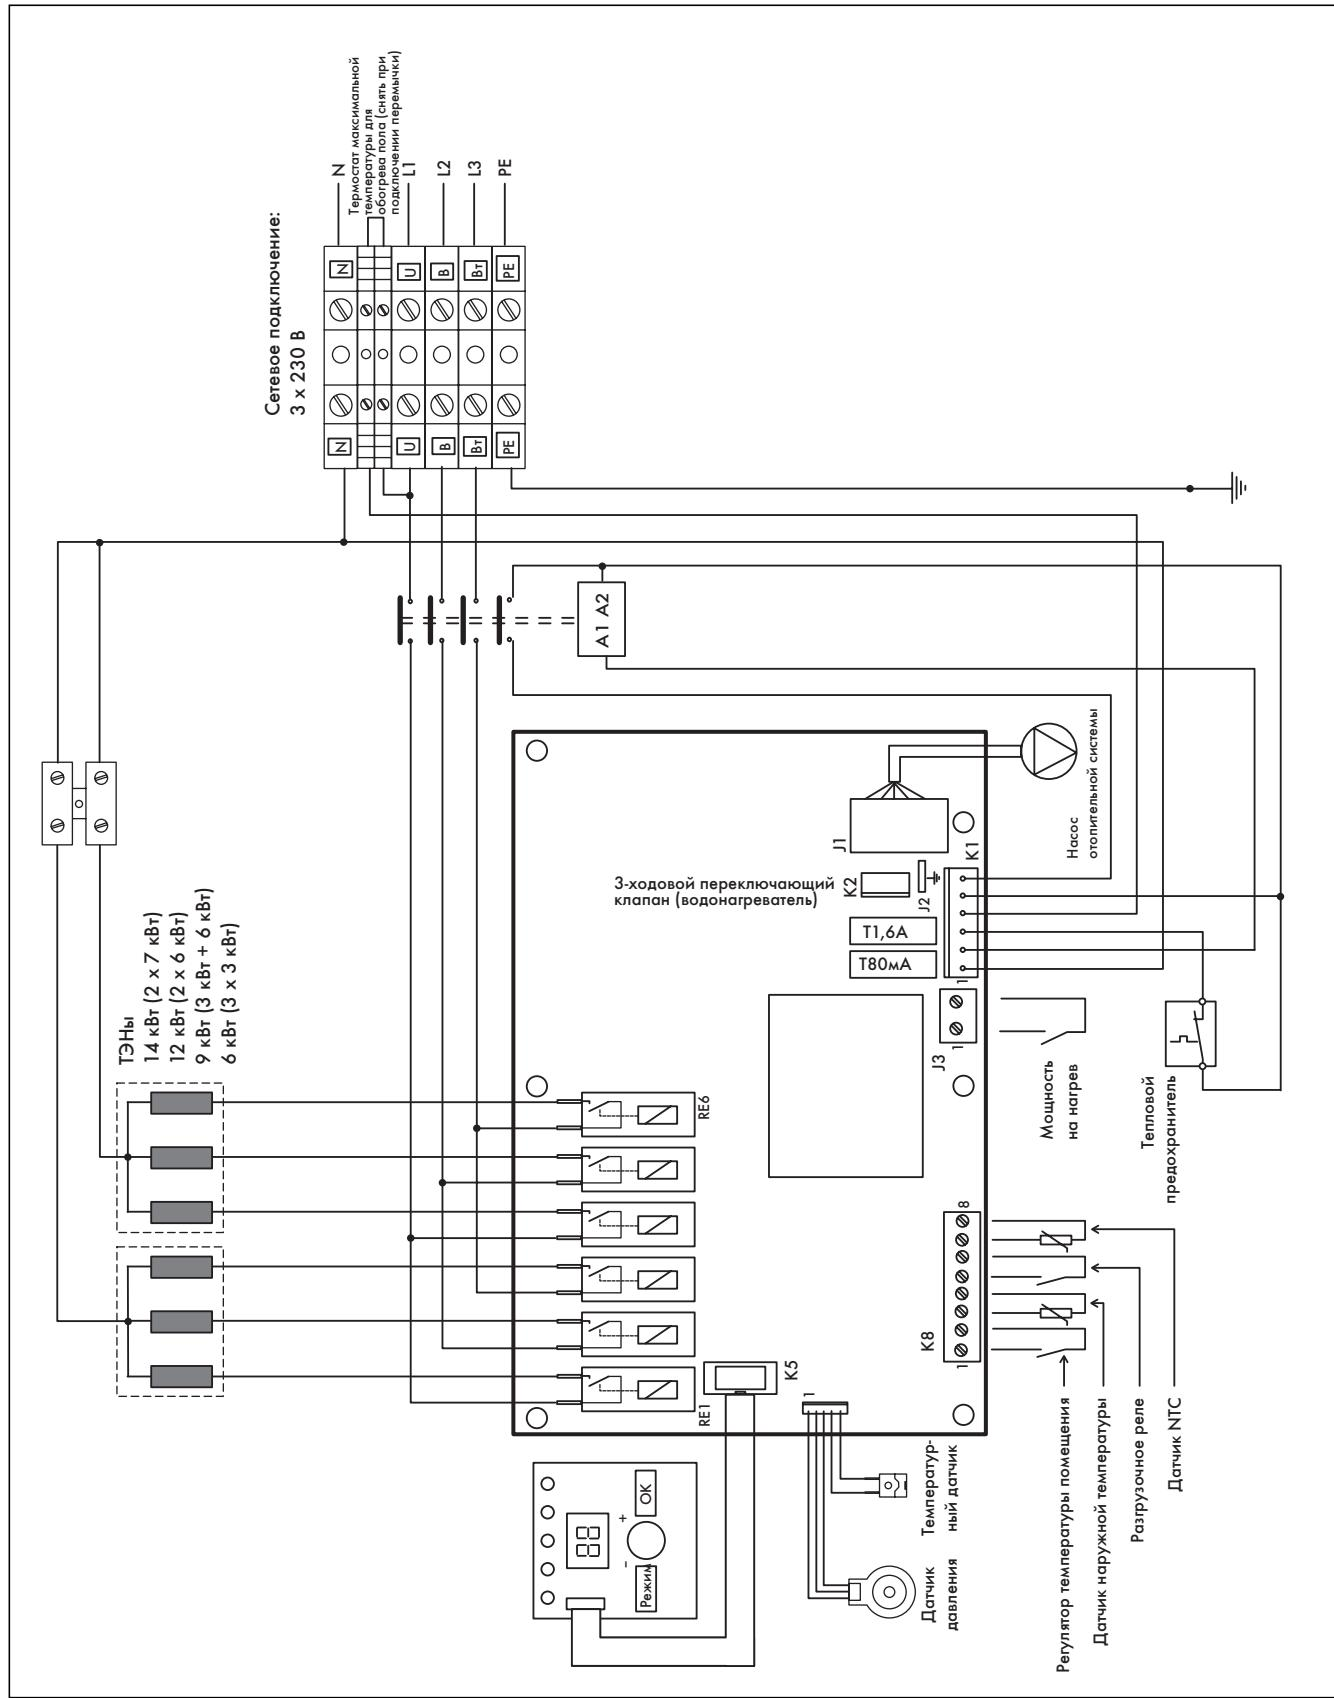

Рис. 5.2 Схема соединений для VE 6, VE 9, VE 12, VE 14
- Проведите сетевую подводящую линию через кабельный ввод (1) слева на нижней стороне прибора.
- Подсоедините соединительный кабель к соответствующим винтовым клеммам (→ Рис. 5.2 – 5.4).
- Снимите перемычку с клеммы J3 (мощность на нагрев) (→ Рис. 5.2 – 5.4).
Внешнее разгрузочное реле подключается к контактам 5 и 6 штекерного соединения K8 (→ Рис. 5.2 – 5.4).